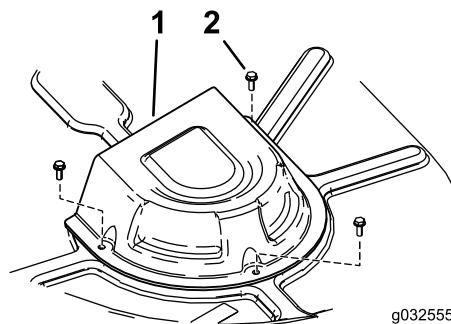

Figura 53
4. Per le macchine con piatto da 107 cm, rimuovete i coperchi delle pulegge (Figura 53).